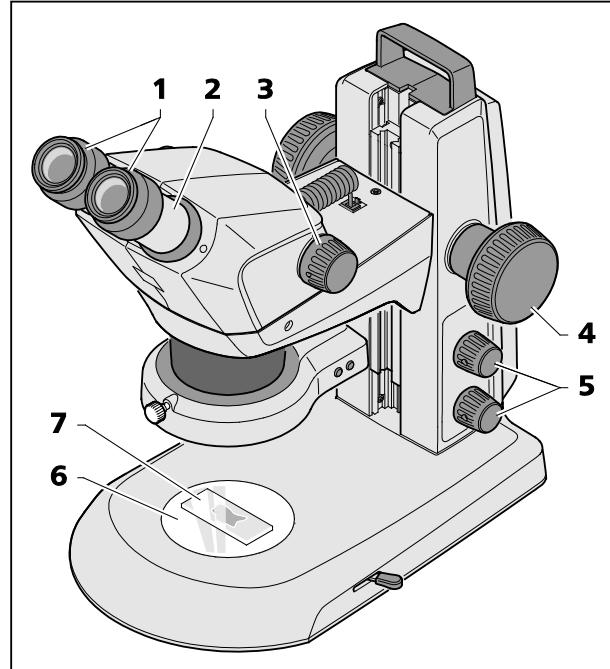

図 18 双眼実体顕微鏡の調整
1. 対象（図 18/7）をガラス/プラスチックプレート（図 18/6）の中央にセットし、照明を当てます（図 18/5）。
2. 可動式接眼レンズ（図 18/1）のジオプター調整を「0」にセットします。
3. 両目で接眼レンズを覗き込んだ時、切れ目のない光の煙（対象フィールド）が 1つだけ見える位置まで、接眼レンズホルダー（図 18/2）を横にスライドして左右の眼と眼の間の間隔を調整します。
4. 最小は、ズーム（図 18/3）を最小の拡大レベルに調整します。
5. 対象の画像中心にある小さなはっきり見える詳細に焦点を合わせます（図 18/4）。
6. 最大ズーム値を調整します（図 18/3）。拡大すると、はっきり見える詳細は再びぼやけて表示され、画像の中心ではなくなります。
7. 焦点を合わせて対象をはっきりさせ、対象を移動させて新たに詳細を探し、再び正確に焦点を合わせます（図 18/4）。
8. その後、再び最小のズーム値にセットし、画像ぶれがある場合は、それぞれの眼に対して個別に可動式接眼レンズの（焦点調節ノブ 図 18/4ではありません）ジオプター調整で修正します（球面収差補正）。